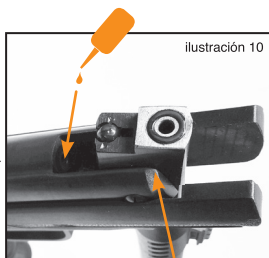
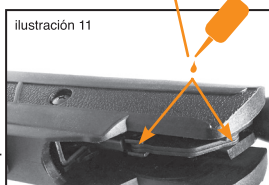

ilustración 10
ilustración 11
PARTES FUNCIONALES: El pistón de gas requiere muy poca lubricación. Dos (2) gotas de Lubricante RWS Cámara de Aire (RWS Air Chamber Lube) cada 1000 disparos serán suficientes. Se aplica fácilmente a través del Puerto de la cámara de compresión con una aguja aplicadora de 3 1/2" (vea la **ilustración 10**). La superficie de las capas de rodamiento en la bisagra del cañón, arma cargada y el mecanismo del gatillo deben de estar lubricados con Aceite RWS de Resortes y Cilindro (RWS Spring Cylinder Oil) (vea la **ilustración 11**). Recuerde, un poco es bueno-mucho no es mejor.